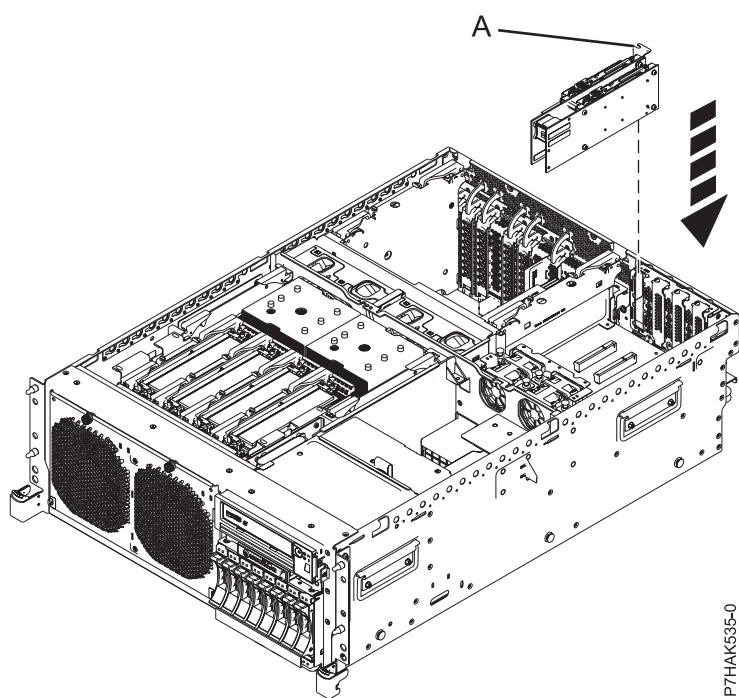
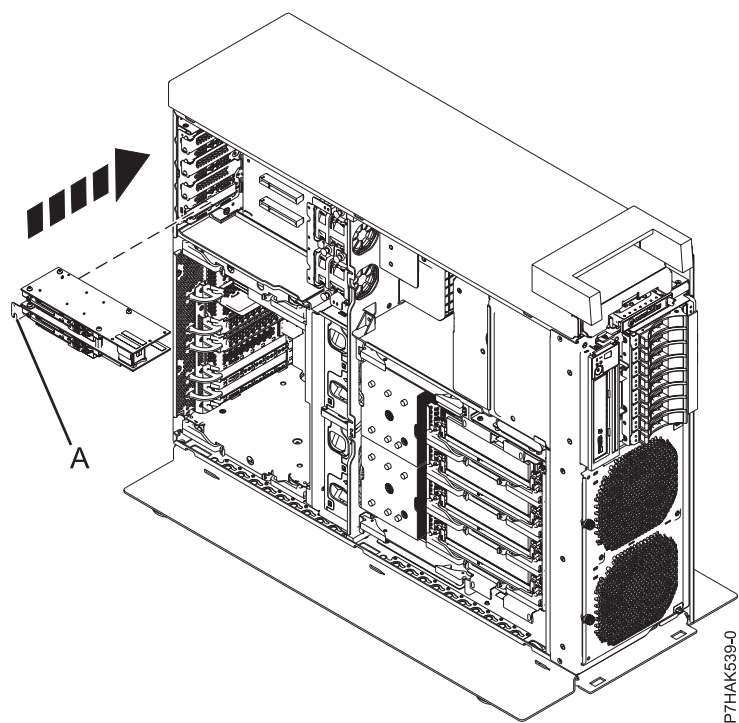

Figura 19. Instal·lació d'un adaptador PCIe RAID i SSD SAS en una targeta d'expansió de la unitat del sistema muntada en bastidor
Figura 20. Instal·lació d'un adaptador PCIe RAID i SSD SAS en una targeta d'expansió de la unitat del sistema autònoma
18. Si el sistema té una targeta d'expansió, podeu empènyer l'adaptador PCIe de perfil baix a la ranura introduint-lo per la contrapunta (**A**) i després fen pressió a l'adaptador dins de la ranura, com es mostra a la Figura 19 a la pàgina 26 i la Figura 20 a la pàgina 26.